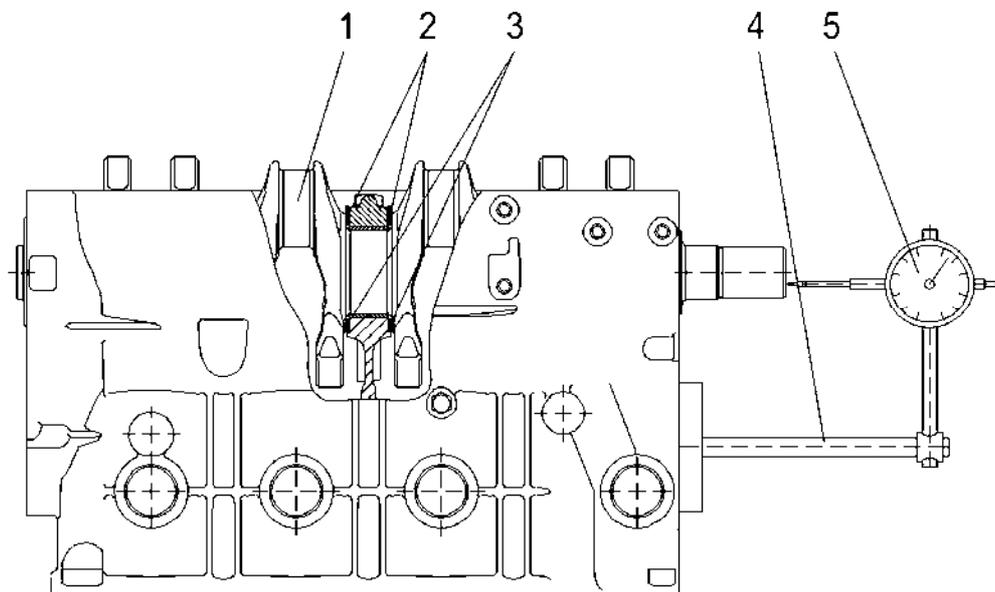

Abb. 108. Axialspiel der Kurbelwelle prüfen:
**fünf.** Den Wert des Axialspiels der Kurbelwelle prüfen (Abb. 108), der sollte nicht mehr als 0,36 mm betragen. Bei verschlissener Kurbelwellen- und Axiallager-Halbscheiben beträgt das Spiel 0,06 ... 0,27 mm. Wenn das Axialspiel des maximal zulässigen Wertes überschritten wird, die Anlaufscheiben durch neue oder Reparaturscheiben mit einer Dicke von 0,13 mm ersetzen und den Wert des Axialspiels erneut messen. Wenn sich bei der Messung herausstellt, dass er mehr als 0,36 mm beträgt, ersetzen Sie die Kurbelwelle.